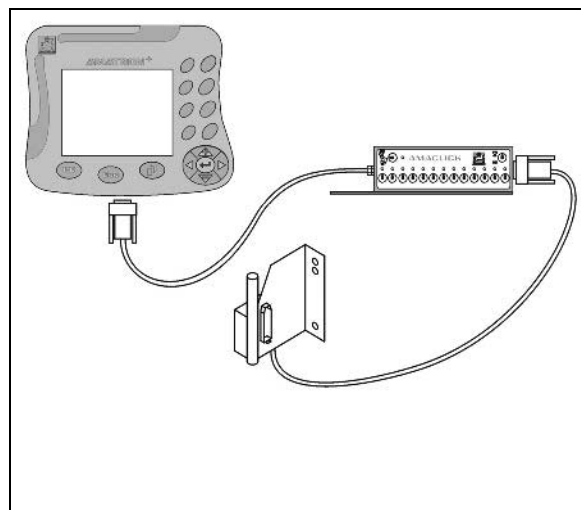

Рис. 94
- без многофункциональной рукоятки в соответствии с Рис. 94.